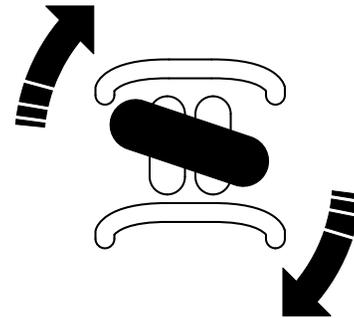

Рисунок 16
- Чтобы повернуть направо, поверните орган управления тягой по часовой стрелке (Рисунок 16).